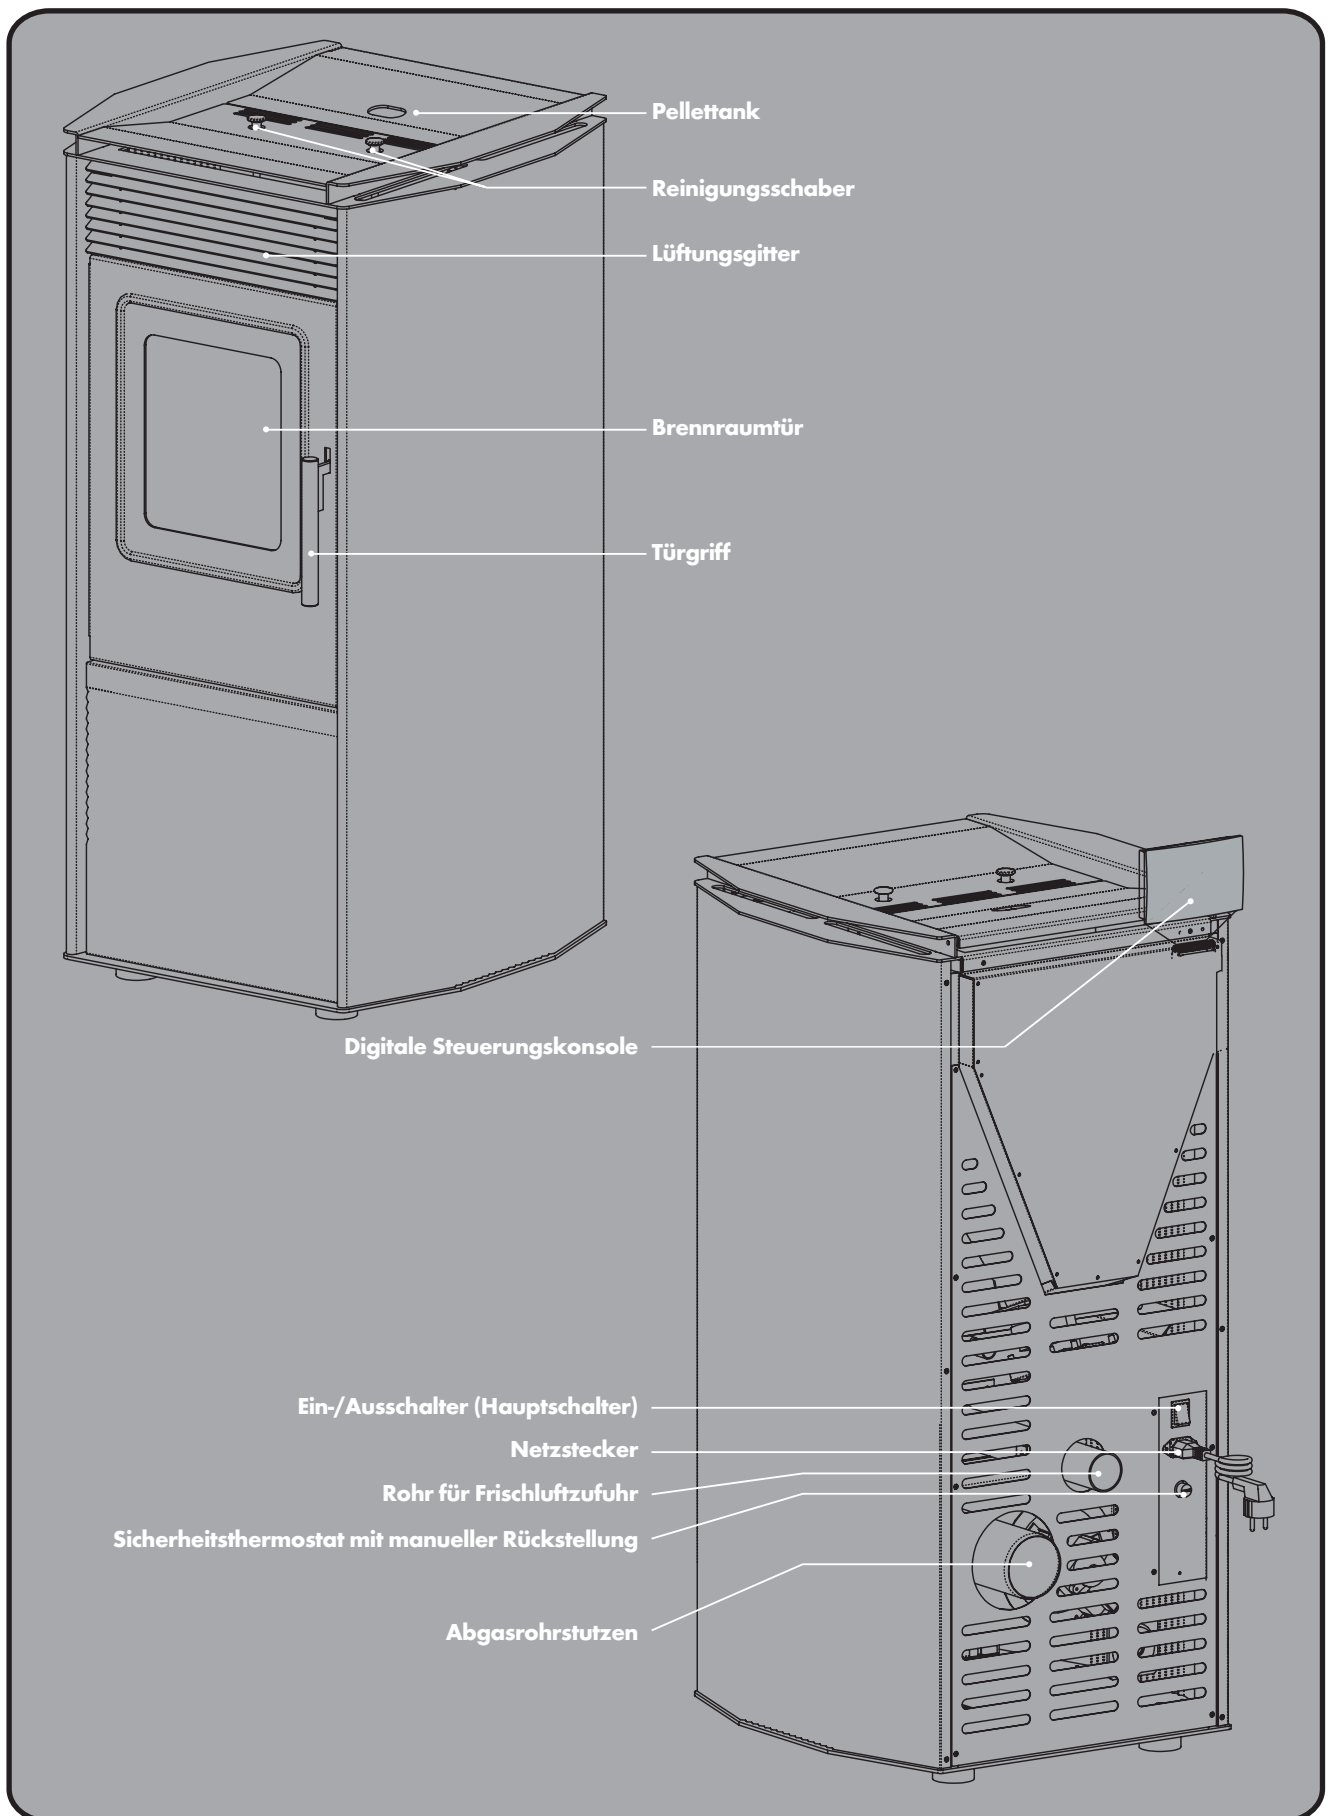

Abb. 2a: Geräteübersicht (Abbildung modellabhängig)
- ▶ Schalten Sie im Falle eines Schornsteinbrandes den Ofen sofort am Ein-/Ausschalter (Hauptschalter, siehe Abb. 2a) ab und ziehen Sie den Netzstecker aus der Steckdose. Versuchen Sie auf keinen Fall den Brand selbst zu löschen. Schütten Sie niemals Wasser in einen brennenden Schornstein. Rufen Sie unverzüglich die Feuerwehr! Lassen Sie zur Identifizierung der Brandursache den Schornstein unbedingt von Ihrem Bezirksschornsteinfeger überprüfen, bevor Sie den Pellet-Heizofen wieder in Betrieb nehmen.
- ▶ Schalten Sie den Ofen sofort am Ein-/Ausschalter (Hauptschalter, siehe Abb. 2a) ab, wenn aus irgendeinem Teil des Ofens oder des Abgasrohrs Rauch entweicht. Sorgen Sie für eine gute Raumbelüftung, indem Sie sämtliche Fenster öffnen. Lassen Sie den Ofen vollständig abkühlen, bevor Sie die Ursache der Rauchentwicklung ermitteln. Ziehen Sie, wenn nötig einen Fachmann hinzu. Starten Sie das Gerät nicht, bevor die Ursache der Rauchentwicklung geklärt und behoben wurde.
1. Schließen Sie einen dafür geeigneten Schlauch bzw. Luftkanal (Ø 48 mm, max. Länge 2,0 m) am Luftansaugrohrstutzen (siehe S. 10, Abb. 2a) an der Geräterückseite an.
1. Vergewissern Sie sich, dass der Ein-/Ausschalter (Hauptschalter, siehe Abb. 2a) auf der Position 0 steht.
2. Schließen Sie das beiliegende Netzkabel zunächst am Gerät an. Die Anschlussbuchse für das Netzkabel befindet sich unterhalb des Hauptschalters auf der Geräterückseite (siehe Abb. 2a). Stecken Sie dann das Netzkabel in eine geerdete, durch einen FI-Schutzschalter abgesicherte Steckdose (230 V~50 Hz).
3. Bringen Sie nun den Ein-/Ausschalter (Hauptschalter, siehe Abb. 2a) auf Position I. Das Gerät ist nun betriebsbereit und das Display zeigt die folgenden Informationen: